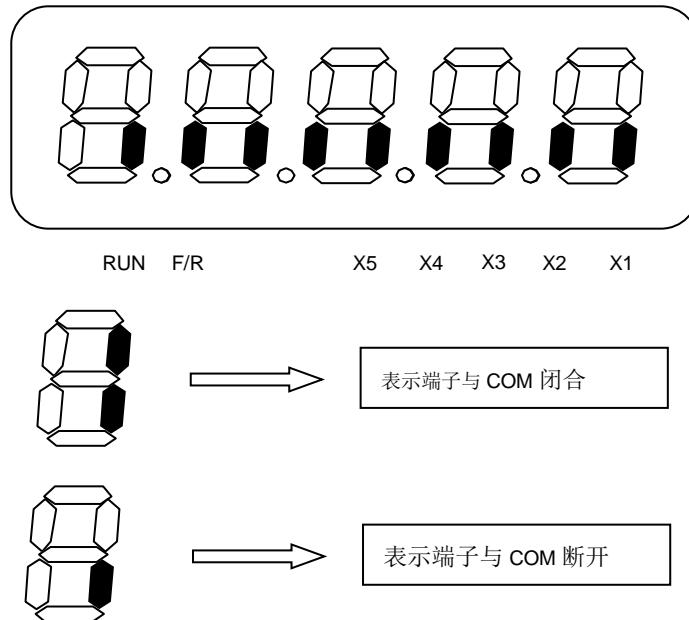

图 6-26 输入端子状态显示
- 显示驱动器输入端子或输出端子的合、断状态。如图 6-26、6-27 所示。